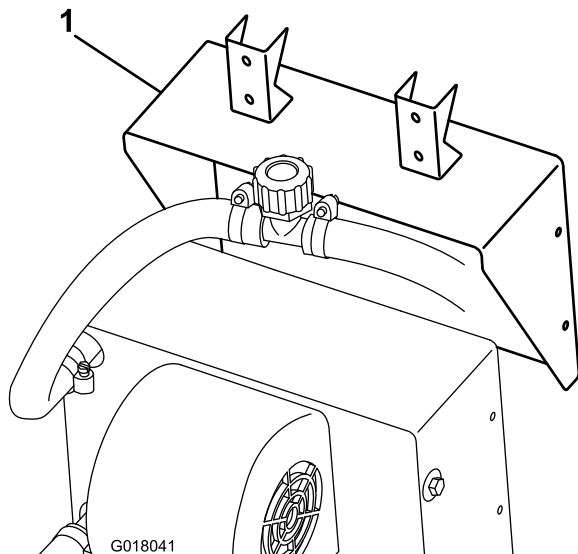

図 21
2. ヒーターに付属しているねじを使って、ヒーターブラケットをヒーターに取り付ける 図 21。